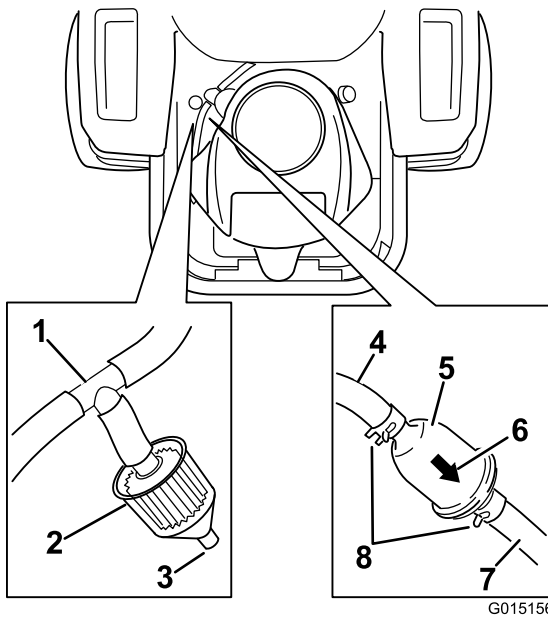

Figura 44
4. Levante el asiento y localice los filtros de combustible, según se muestra en Figura 44.
La máquina incorpora un filtro de emisiones (Figura 44) conectado a un acoplamiento en T en el tubo de ventilación que viene del depósito de combustible. El filtro tiene un conector abierto por diseño. El filtro debe ser inspeccionado regularmente. Cambie el filtro si está sucio u obturado.
7. Instale un filtro nuevo – la flecha que indica el sentido de flujo debe apuntar hacia el motor. Acerque las abrazaderas al filtro (Figura 44) para sujetarlo.